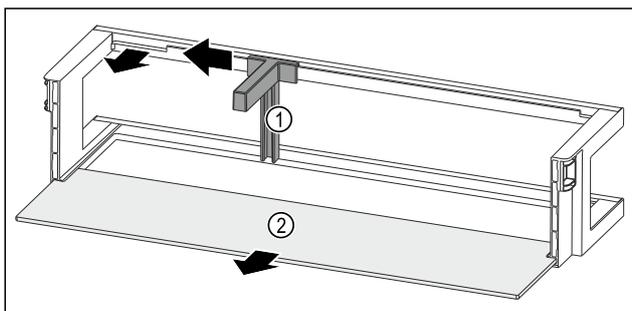

Fig. 49 Дверная полка с держателем для бутылок и съёмной полкой
- ▶ Сместите держатель для бутылок Fig. 49 (1) до выемки в сторону.
- ▶ Извлеките держатель для бутылок Fig. 49 (1).
- ▶ Извлеките съёмную полку Fig. 49 (2).